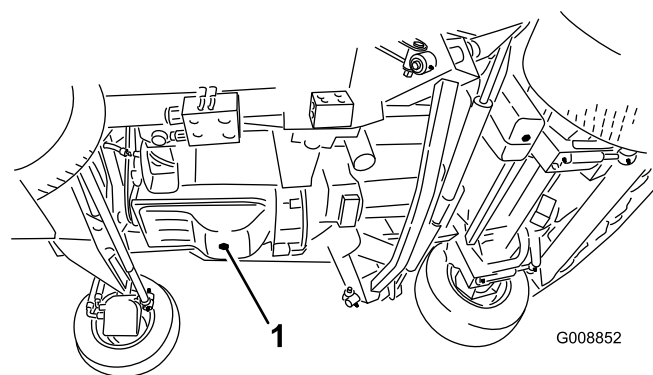

Bild 58
1. Entfernen Sie die Ablassschraube (Bild 58) und lassen Sie das Öl in die Auffangwanne ab. Schrauben Sie die Ablassschraube wieder ein, nachdem das Öl abgelassen ist.